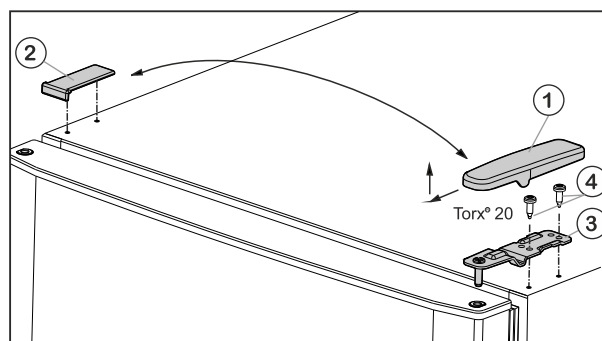

Fig. 5
- ▶ Потяните крышку Fig. 5 (1) вперед и вверх.
- ▶ Снимите крышку Fig. 5 (2).
- Открутите верхний опорный кронштейн *Fig. 5 (3)* (2 шт. Torx® 20) *Fig. 5 (4)* и вытяните вверх.
- Установите верхний опорный кронштейн *Fig. 5 (3)* на новой стороне шарнира и защелкните в дверце.
- Привинтите верхний опорный кронштейн (с моментом 4 Нм) (2 шт. Torx® 20) *Fig. 5 (4)*. При необходимости используйте аккумуляторный шуруповерт.
- Наденьте и защелкните крышку *Fig. 5 (1)* на противоположной стороне снаружи.
- Также наденьте сверху и защелкните крышку *Fig. 5 (2)* на противоположной стороне.